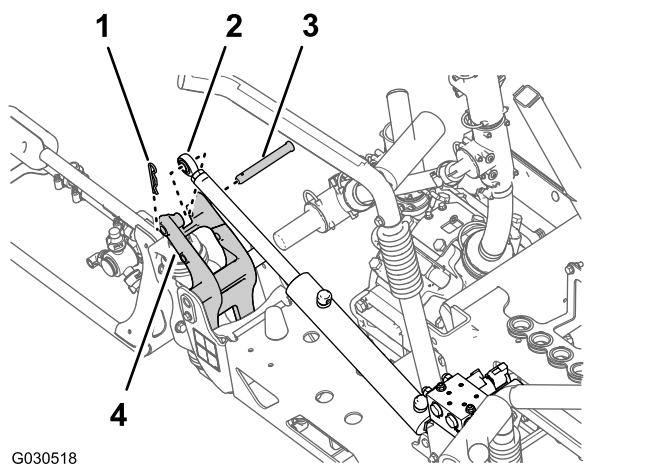

Figura 40
2. Rimuovete la coppiglia e il perno con testa che fissano l'estremità dell'asta del cilindro di sollevamento alla staffa orientabile (Figura 40).